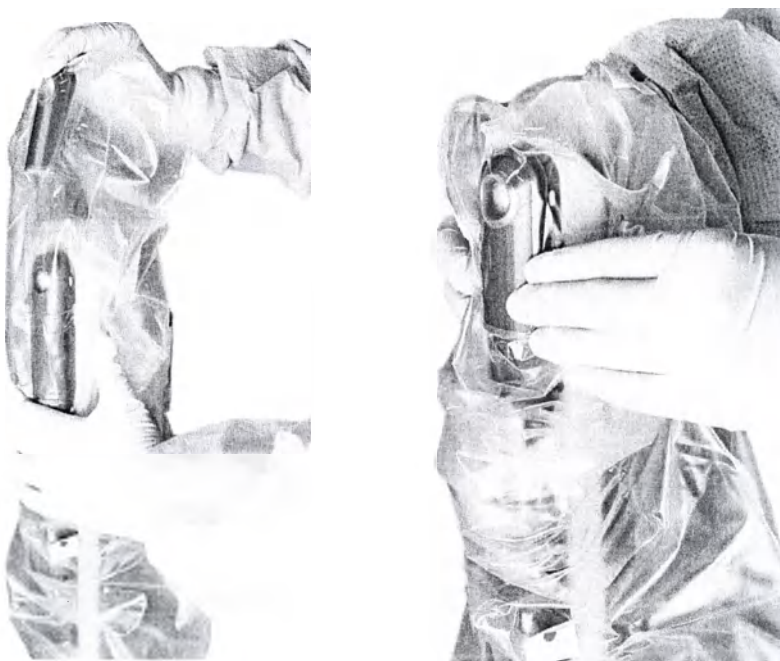

Рисунок 6.22 Установка скобы манипулятора
13. Зафиксируйте серую ручку, чтобы предотвратить случайное движение манипулятора во время установки скобы. Стараясь не прищемить излишки драпировочного материала, установите скобу манипулятора на задней поверхности манипулятора (Рисунок 6.22).